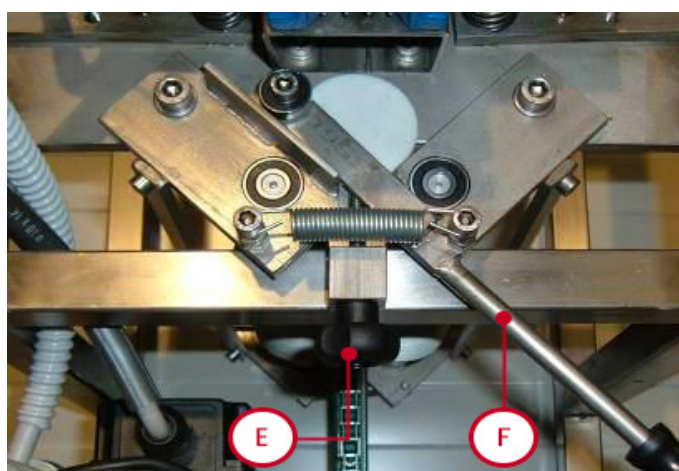

Fig. 3
3.2 ROULEAUX D'OUVERTURE DES CELLULES (fig. 3)
Le réglage des rouleaux d'ouverture des cellules s'effectue en agissant sur le bouton fileté (E) placé à la sortie du cadre de la machine et visible sur la fig. 3. En vissant à fond le bouton fileté, il est également possible d'exclure totalement le dispositif. Un levier (F) permet d'éloigner les rouleaux rapidement afin de faciliter l'extraction d'un rayon ou en cas d'inversion du sens d'avance de la chaîne. Il est également possible d'exclure l'action des rouleaux de manière pratique et rapide en utilisant l'arrêt du levier placé à proximité du levier.